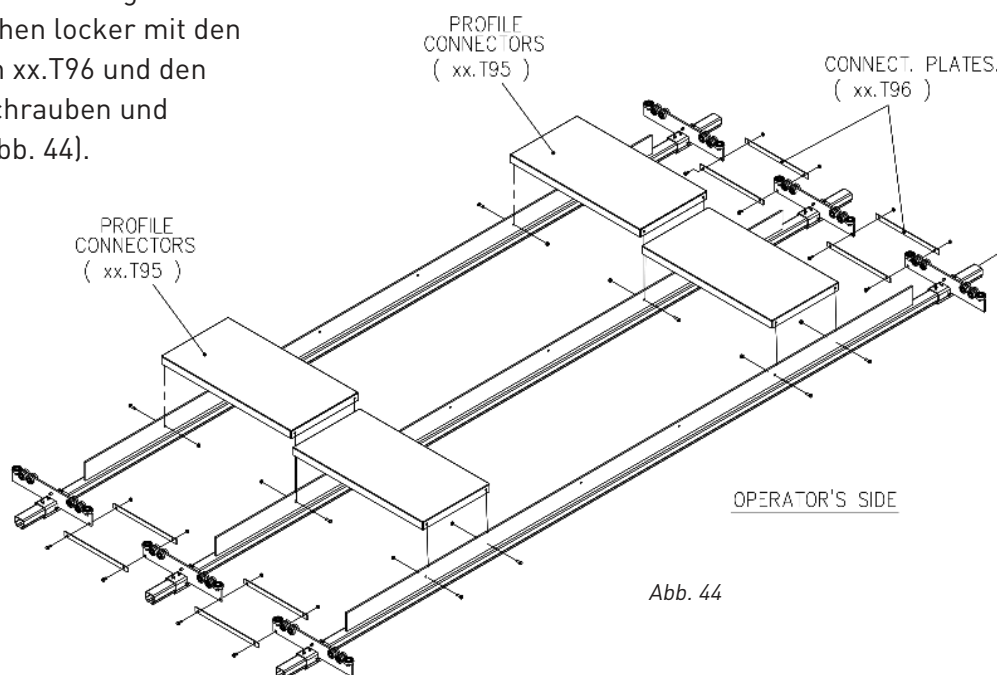

Abb. 44
Schritt 4: Die verstärkten Schiebebühnenverriegelungsprofile ausrichten und die Schiebebühnenverriegelungsmuffen xx.T95 mit den entsprechenden Schrauben und Muttern locker sichern (Abb. 44).
Schritt 5: Die aufeinanderfolgenden Endwagen dazwischen locker mit den verbindungsplatten xx.T96 und den entsprechenden Schrauben und Muttern sichern (Abb. 44).